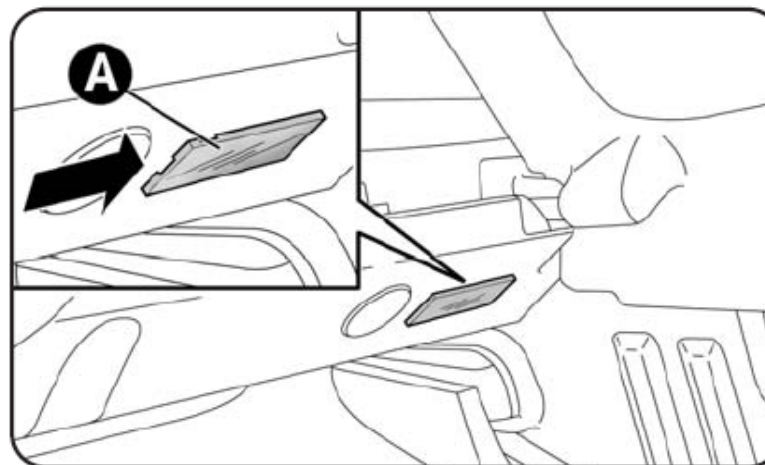

Рис. 33
- Откройте дверь багажника, извлеките плафон **А - рис.33**, поддев его в точке, указанной стрелкой;
- Установите плафон **А** – **рис. 33** на место, сначала вставив в гнездо одной стороной, затем, надавив с другой стороны, чтобы плафон зафиксировался до щелчка.